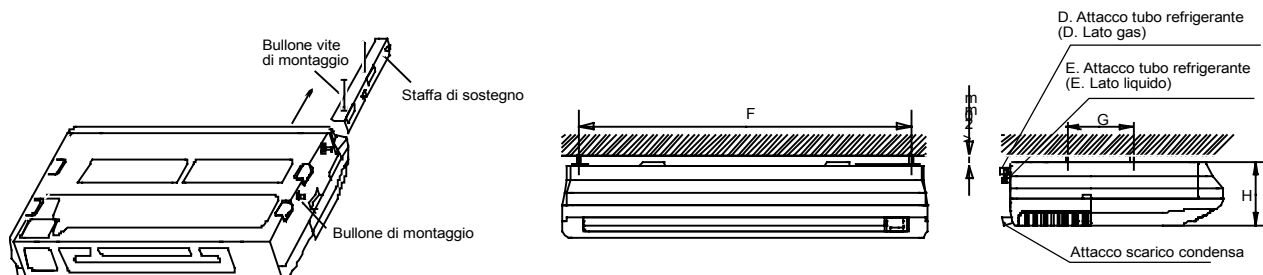

Fig. 5-17
2. Appendere l'unità sulla staffa di sostegno. Fissare saldamente il bullone di montaggio sui due lati entrambi. (riferirsi alla Fig. 5-17)